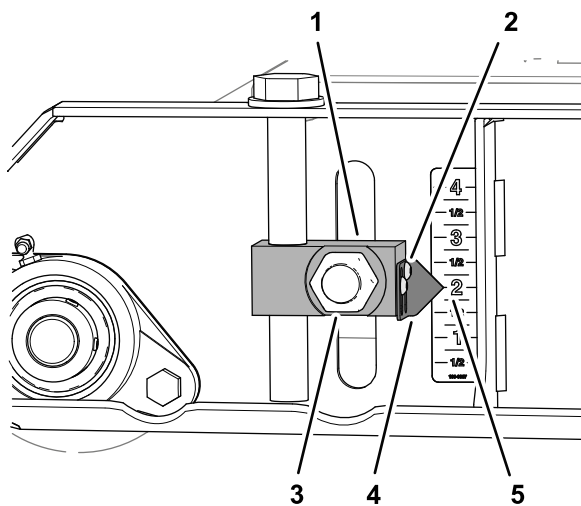
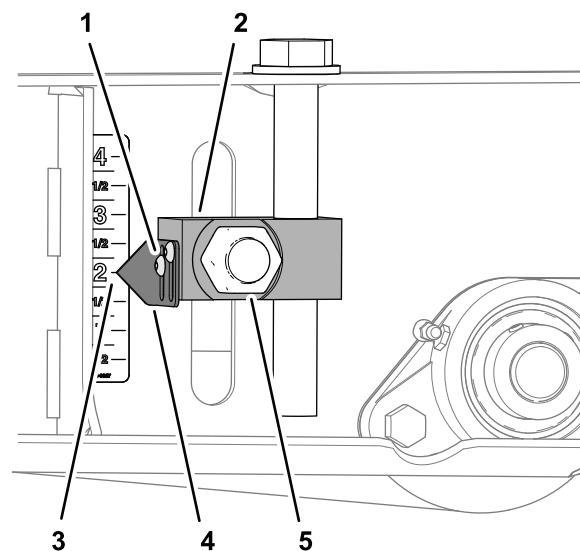

図 82
図 84
3. 刈高アジャスタブロックにポイントを固定しているソケットヘッドねじ2本をゆるめて、ポイントをデカルの2"のマークに合わせて、ねじを元通りに締め付ける図 82。
6. 二つのポイントを刈高アジャスタブロックに固定しているソケットヘッドねじをゆるめて、ポイントをデカルの2"のマークに合わせて、ねじを元通りに締め付ける図 84。
7. 前後のローラの刈高アジャスタブロック4個固定しているナット4個図 82と図 84を、322396 N·m 33-40 km.m = 238-292 ft-lbにトルク締めする。